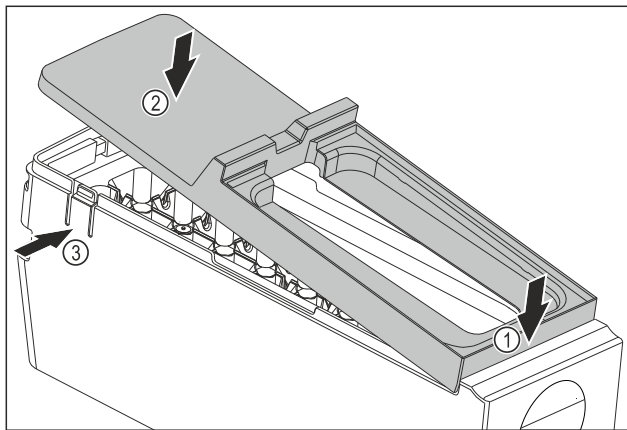

Fig. 114
- ▶ Montáž krytu korpusu EasyTwist-Ice: Nasadte kryt na přední stranu. Fig. 114 (1)
- ▶ Spusťte kryt vzadu dolů. Fig. 114 (2)
- ▷ Kryt slyšitelně zaklapne v obou lamelách Fig. 114 (3).